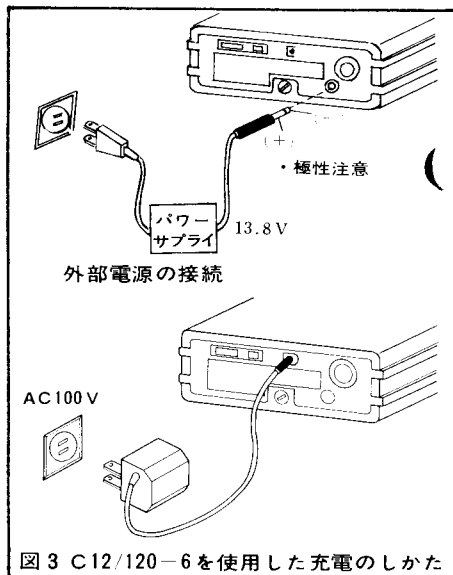

図 3 C 12/120-6 を使用した充電のしかた
ニッカドバッテリーの充電専用端子です。(接続図3を参照してください。)
(接続図3を参照してください。)
(3) ニッカド電池の充電について
- ① 充電用ニッカド電池が入っている事を確認し、電圧チェックをして電圧指示が消耗の位置に来る前に充電を行ってください。
- ② 充電するときは、電源スイッチ (POWER/VOL) を反時計方向に回し OFF の位置にしてください。
- ③ C 88 には充電専用 JACK ⑳ を設けております。オプションの専用チャージャーとして 2 種類が用意されていますのでご利用ください。(図 3 参照)